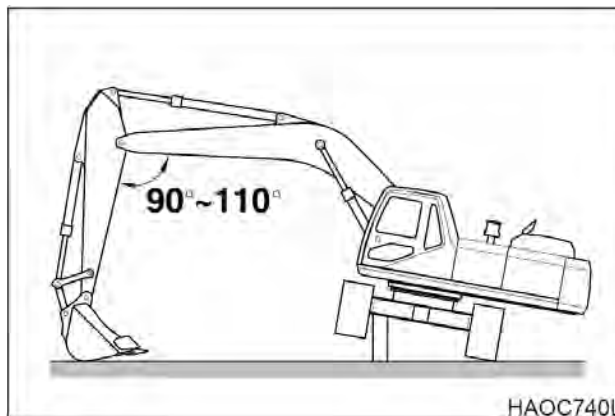

Рис. 100
1. Натяжение гусеницы проверять, приподняв домкратом одну сторону экскаватора См. рис. 100. Поместить блоки под раму во время проведения измерений.